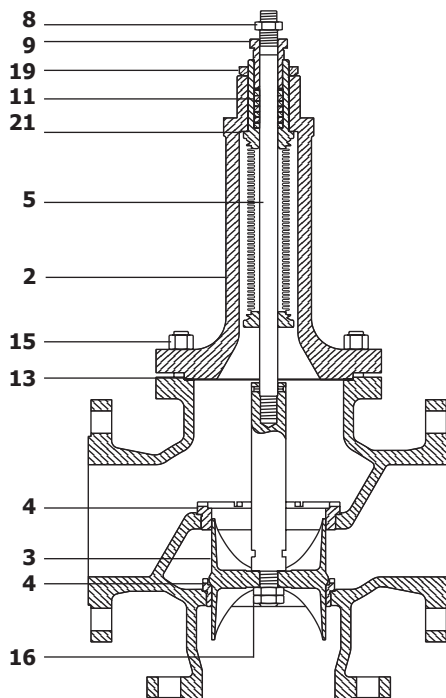

Рис. 10 Смешивающий клапан
4.3.2 Процедура замены штока, плунжера и седел у смешивающих клапанов с сальфонным уплотнением штока (См. рис. 10)